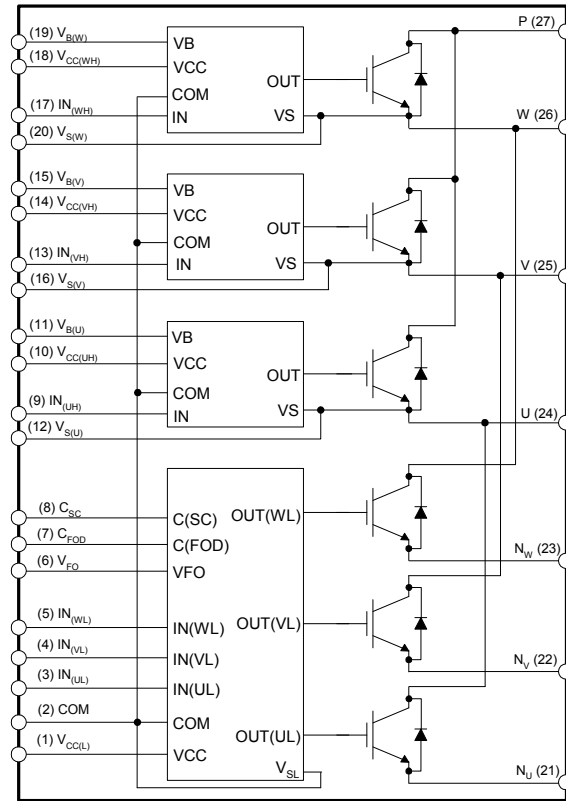

图 3. 内部框图
- 600 V - 25 A IGBT 逆变器，适用于三相 DC / AC 功率转换（请参阅图 3）